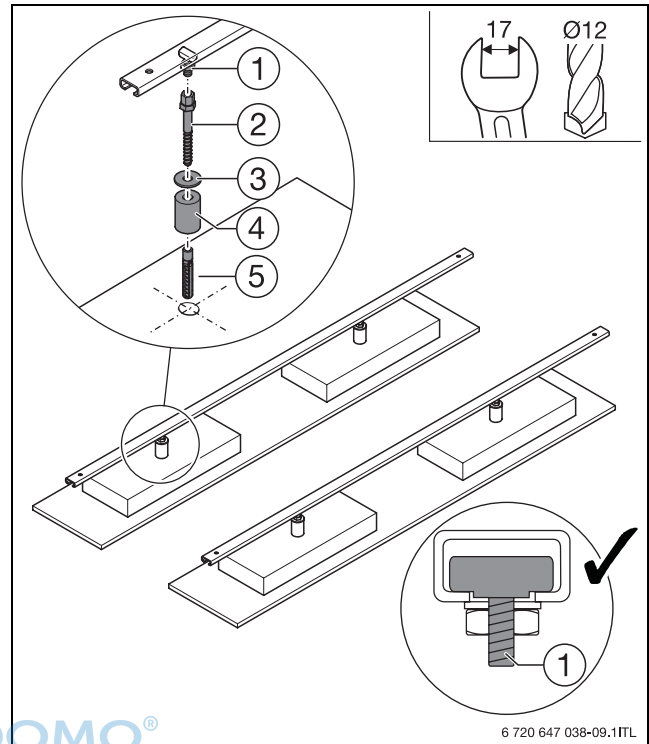

Bild 16 Schienen befestigen
- Schienen befestigen (→ Bild 16):